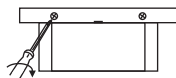

图 3
4. 旋出二次确认机下部两颗螺丝；一手持住底座，一手持住装饰框，将二者分离，见图3。